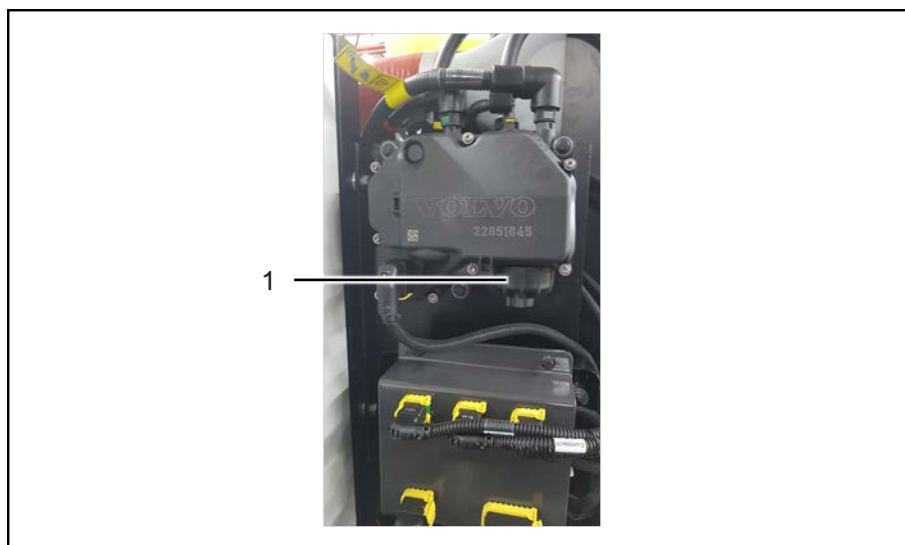

Рис. 29: фильтр AdBlue® (при наличии)
2. Открутите колпачок фильтра (Рис. 29: поз. 1).